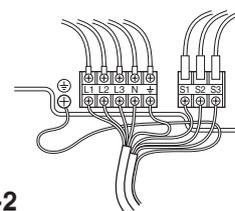

Fig. 6-2
6.1. Εξωτερική μονάδα (Fig. 6-1, Fig. 6-2)
- 2 Συνδέστε τα καλώδια που αναφέρονται στην Fig. 6-1 και στην Fig. 6-2.